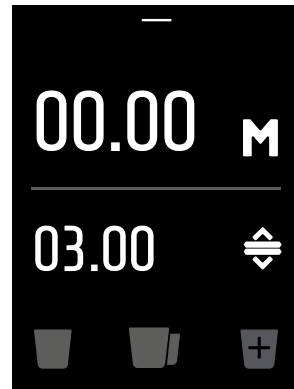

Fig. 5c
- 4 Appuyer sur le bouton de démarrage (10, Fig. 1) avec la coupe porte-filtre et la maintenir enfoncée pendant la durée souhaitée qui s'affiche à l'écran. La barre de progression de la dose clignote (voir Fig. 5c). Une fois le bouton de démarrage relâché, le SweepOut (si actif) démarre. L'écran affiche le temps restant pour le SweepOut avec la barre de progression clignotante.